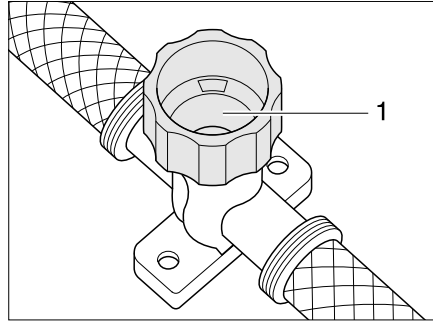

Bild 125 Ablasshahn für Therme
- Ablasshahn schließen. Dazu Kappe (Bild 125,1) im Uhrzeigersinn drehen.
- Ablasshahn der Therme öffnen. Dazu Kappe (Bild 125,1) entgegen dem Uhrzeigersinn drehen.